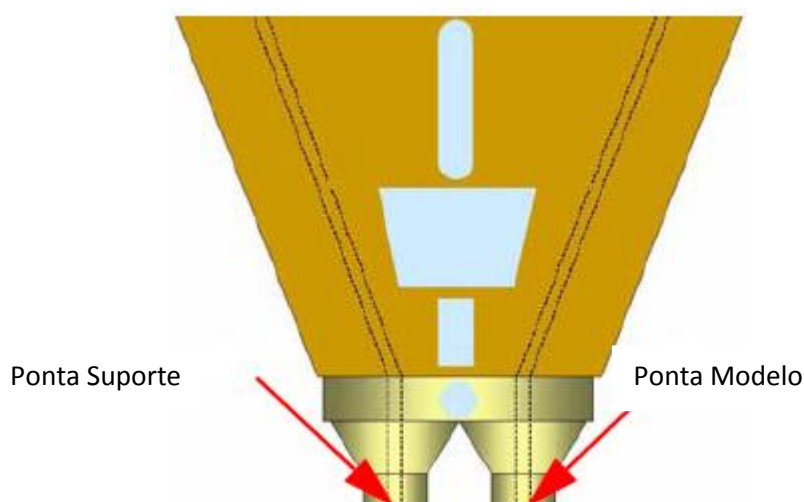

Figura 13: Vista de perto das pontas de extrusão
10. Observe as pontas de extrusão (veja Figura 13 na página 39) para ver se o material extruda (expele) após carregar. O painel, então, mostrará **Did Material Purge? (O material expeliu?)**.